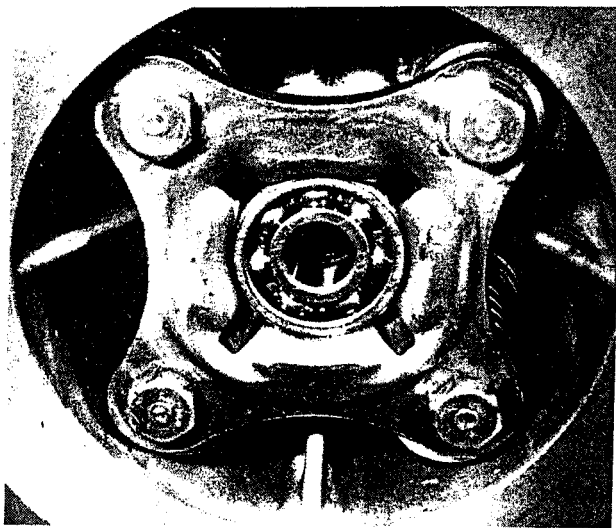

Bild 58
- Die vier Befestigungsschrauben des Kupplungsdruckstücks in kleinen Stufen kreuzweise lösen, bis die Kupplungsfedern entspannt sind (Bild 58). Das Druckstück und die vier Schrauben herausnehmen. Der Kupplungsstern ist mit einer Nutmutter mit Spannscheibe befestigt. Zum Lösen der Mutter benötigt man einen Steckschlüssel mit vier vorstehenden Ansätzen, die in die Nuten der Mutter greifen. Falls kein passender Schlüssel greifbar ist, kann man sich das Werkzeug aus einem dickwandigen Rohr durch Sägen und Feilen oder mit der Schmirgelscheibe selbst herstellen (Bilder 59, 60).